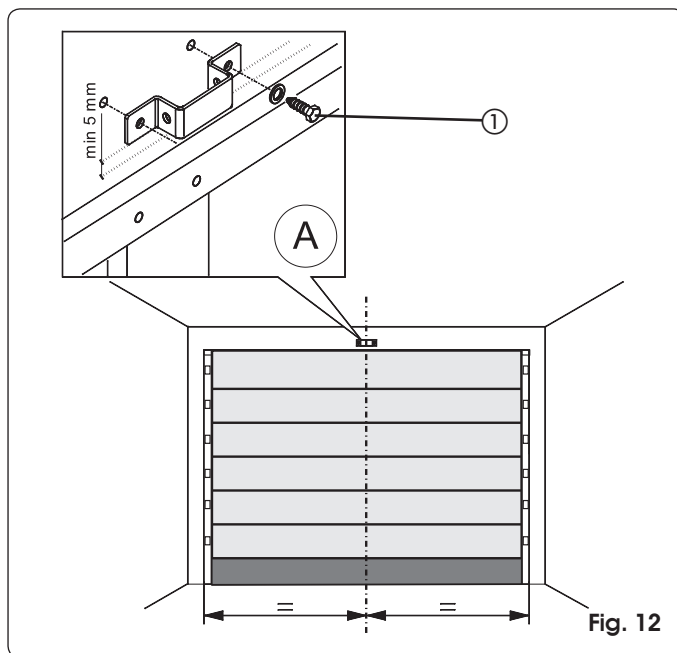

Fig. 12
- 1) Tracciare sull'architrave una linea corrispondente alla mezzzeria verticale della porta (Fig. 12).
- 3) Posizionare la staffa di fissaggio dell'attacco anteriore con il bordo inferiore almeno 5 mm al di sopra del punto di intersezione delle linee e centrato con la linea verticale (Fig. 12). Fare riferimento anche al paragrafo 7.2. per il corretto posizionamento della staffa rispetto al punto di attacco sulla porta.
- 5) Procedere alla foratura ed al montaggio, tramite le viti (rif. ① Fig. 12) **NON** fornite a corredo.